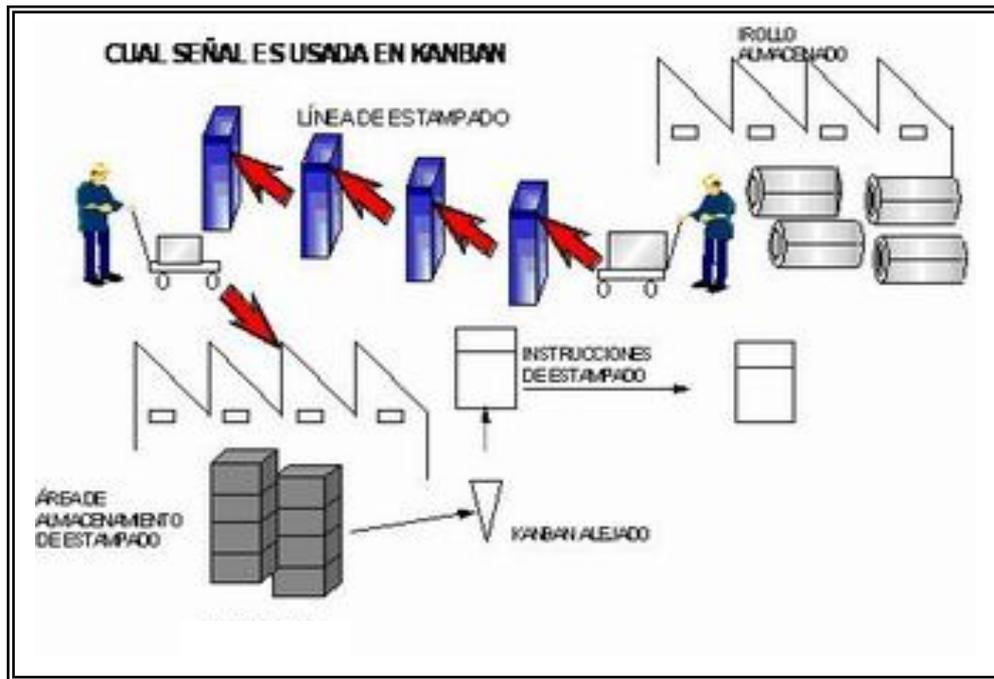

Fig. 4.4 Operación de la señal kanban
El proceso de deslizamiento funciona de acuerdo al kanban, como se muestra en la Fig. 4.4 los platos de acero deslizados (4) son transportados al proceso de estampado (5) las partes estampadas (6) son entonces puestas en el área de almacén de estampado (1) este ciclo de (1) a (6) se repite como sea necesario.